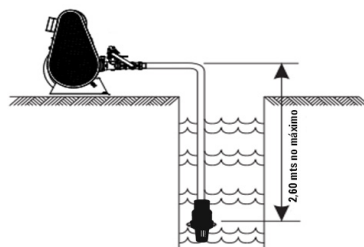

Figura 03. Reservatório de água inferior
- 2.1. **Por Sucção em subsolo:** Coloque a mangueira de entrada (sucção) com uma válvula de pé com crivo (adquirida pelo cliente), a mesma não acompanha a lavadora, conforme **figura 03**. Para evitar danos na Lavadora a válvula deve ficar 15cm do fundo do reservatório para prevenir a sucção de algum detrito.